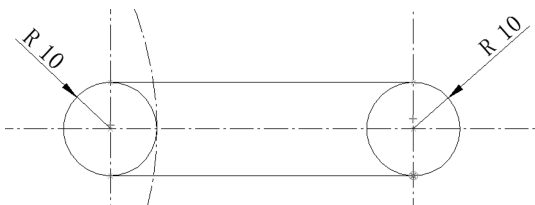

图 6-99 绘制直线
(9) 在两个圆的上下画两条平行的直线，使与两圆相切，如图 6-99 所示。